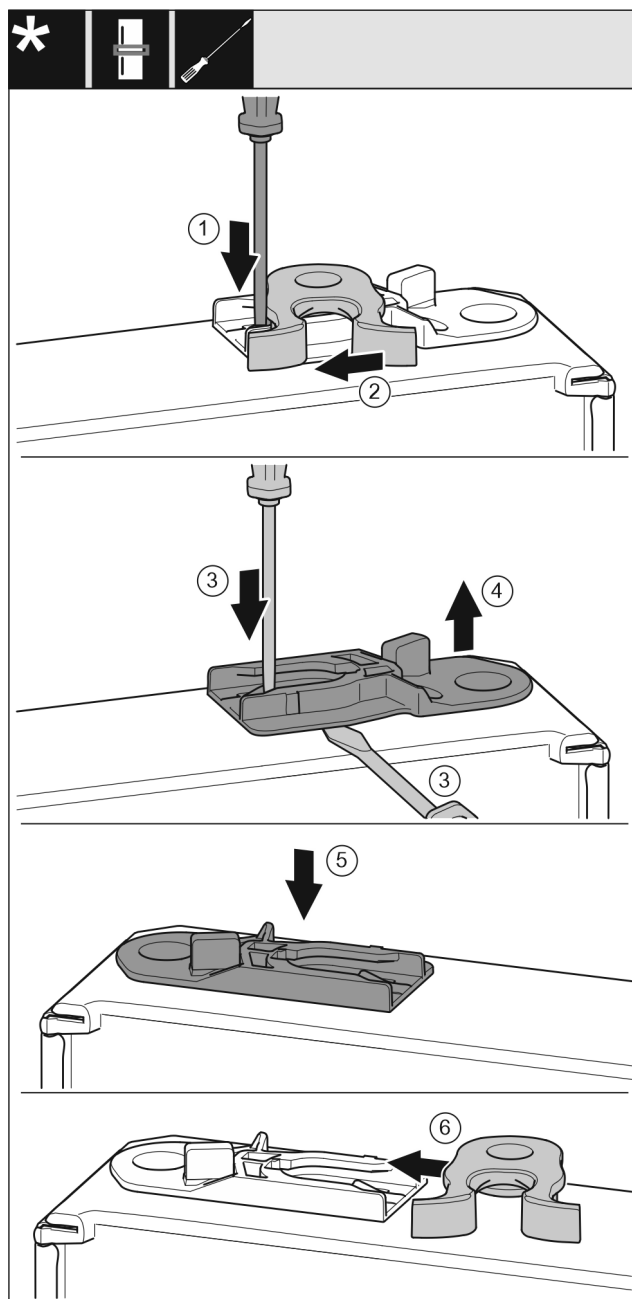

Fig. 19
- Spiediet ar plakano skrūvgriezi mēlīti Fig. 19 (1) uz leju.
- Izvelciet aizvēršanas āķi Fig. 19 (2) no vadotnes.
- Izvelciet vadošo ieliktni Fig. 19 (3, 4): spiediet ar plakano skrūvgriezi mēlīti un vienlaikus ar plakano skrūvgriezi virziet zem vadošā ieliktna.
- Iebīdiet piegādes komplektācijā klātpievienoto vadošo ieliktni Fig. 19 (5) ierīces otrajā pusē.
- Iebīdiet aizvēršanas āķi Fig. 19 (6) vadotnē.